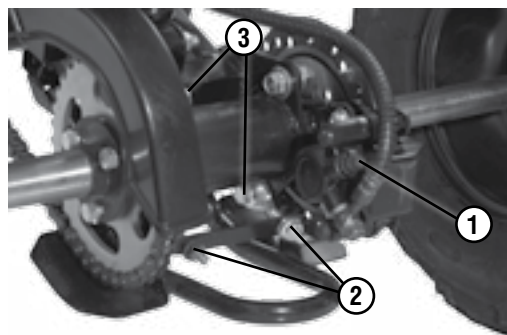

Рис. 14 Диск тормоза задней оси
- снимите колпачок с клапана выпуска воздуха (рис.14 поз.1); на штуцер клапана наденьте резиновую трубку, другой конец которой погрузите в емкость с небольшим количеством тормозной жидкости;
Для контроля натяжения цепи проверьте вертикальное перемещение нижней ветви цепи. Оно должно составлять 15-20 мм. Регулировку натяжения цепи производите равномерным вращением гаек растяжек (рис. 14, поз. 2), предварительно ослабив болты крепления задней оси к маятниковой вилке (рис. 14, поз. 3).